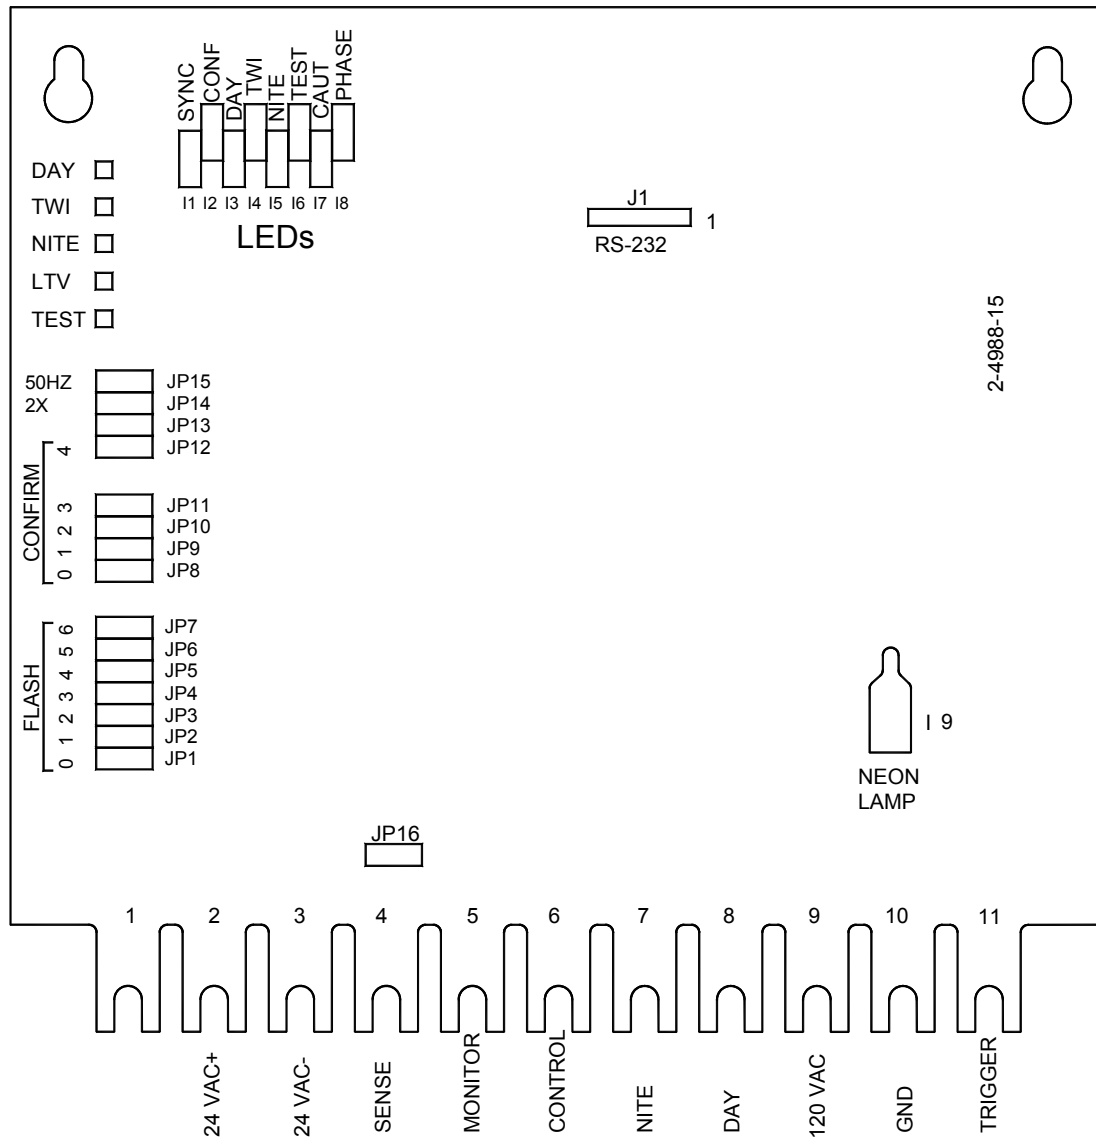

Figura 1-1 Gráfico del Tablero de Disparo y Sincronización PCB1
Al hacer su pedido, la fábrica fija la operación deseada a través de puentes cortables o interruptores DIP y programación interna. Sin embargo, usted puede cambiar algunas especificaciones de operación en el campo, utilizando la información de la *Figura 1-1*. De no ser así, la operación es automática. Las luces indicadoras mostradas son útiles para monitorear la operación del equipo.
Hay dos series de puentes o interruptores DIP en el PCB1. La primera serie, los puentes JP1 a JP7 o el interruptor DIP S3, determinan en dónde destellará la luz en el sistema secuencial. La posición uno (1) produce primero el destello, después la posición dos (2) produce destello, y así sucesivamente. *Por ejemplo, si el sistema tuviera tres (3) luces y la Luz A no tuviera puentes cortados ni interruptores abiertos y la Luz B tuviera al puente JP1 cortado o a S3-1 abierto y la Luz C tuviera al puente JP2 cortado o a S3-2 abierto, entonces las luces producirían destellos en una secuencia A-B-C.* En un sistema de 50 Hz hay 50 posiciones programables y en un sistema de 60 Hz hay 60. Nótese, sin embargo, que el controlador de un sistema de 50 Hz sólo monitoreará 25 luces y el controlador de un sistema de 60 Hz sólo monitoreará 28 luces. Si se requieren más luces, utilice un segundo controlador sincronizado y una línea de monitores separada. La *Tabla 1-2* muestra qué puentes deben ser cortados para cada posición de las luces en un sistema secuencial. Esta tabla también considera al interruptor DIP S3; un interruptor DIP en la posición de abierto o apagado es igual a un puente cortado. Vea la *Figura 1-1* para conocer las ubicaciones de los puentes/interruptores DIP, marcadas con el encabezado FLASH (DESTELLO).
La segunda serie de puentes, JP8 a JP12 o los interruptores DIP S2 y S1-1, programa a dónde envía la luz su señal de confirmación de destello hacia el controlador del sistema que monitorea las luces. Esta dirección del monitor debe especificarse en el mismo valor que la posición de la secuencia de destello. Por ejemplo, si la posición de secuencia de destello de la luz se especificara en 5 cortando a JP3 o especificando el interruptor DIP S3-3 en posición de apagado, entonces la dirección el monitor también se especificaría en 5 cortando a JP10 o especificando el S2-3 en la posición de apagado. Sin embargo, no se requiere que la dirección del monitor sea exactamente la misma que la posición de secuencia de destello. Sólo se requiere que cada una de las luces tenga una dirección de monitor única. A las luces que producen destellos simultáneamente, (REIL (de identificación de cabecera) A, B) debe asignárseles una dirección de monitor separada. Por ejemplo, ambas luces REIL A y B producen destellos en una posición de secuencia de 5, a A debe asignársele una dirección de monitor de 5, mientras que a B se le asignaría una dirección de monitor de 6. Generalmente, a las luces REIL se les asigna la última posición de secuencia de destello del sistema. La *Tabla 1-3* muestra qué puentes deben ser cortados para cada dirección de la luz en la secuencia. Esta tabla también considera los interruptores DIP S2 y S1-1; un interruptor DIP en la posición de abierto o apagado es igual a un Puente cortado. Vea la *Figura 1-1* para conocer las ubicaciones de los puentes/interruptores DIP, marcado con el encabezado CONFIRM (CONFIRMACIÓN).
Ocho LEDs indicadores y una lámpara de neón en el PCB1 monitorean la operación del equipo. Un nombre impreso en el PCB, adyacente a la lámpara o LED, lo identifican. La *Figura 1-1* muestra la ubicación de estos indicadores en el tablero.